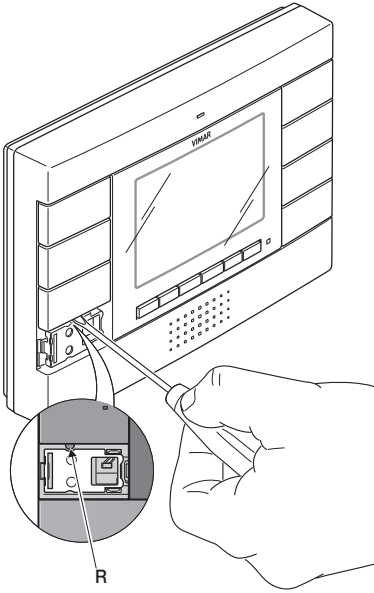

Figura 11
- Premere brevemente, mediante un cacciavite o un piccolo utensile, il pulsante **R** posto al di sotto del tasto **C** (figura 11);